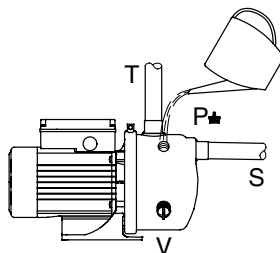

Рис. 6 Заливка насоса
Эжекторный клапан, поставляемый вместе с насосом, предварительно не установлен и должен монтироваться уже на месте эксплуатации. Для этого следует демонтировать пробку (V) сливного отверстия (см. рис. 6), и вернуть эжекторный клапан в отверстие.
1. Удалить пробку заправочной горловины (Р) (см. рис. 6).